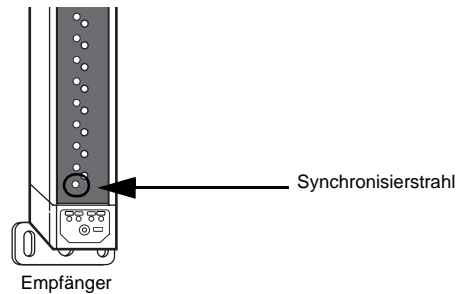

Abbildung 9: Synchronisierstrahl
2. Sicherstellen, dass der Synchronisierstrahl nicht blockiert ist (siehe Abbildung 9).